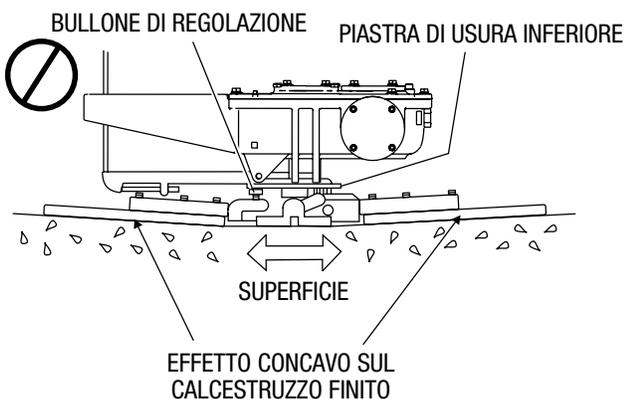

Figura 35. Allineamento non corretto delle pale dell'armatura
2. Posizionare le pale in modo più piatto possibile. I bulloni di regolazione devono essere a mala pena a contatto con la piastra di usura inferiore sull'armatura. Se un bullone non è a contatto, sarà necessario regolare le impostazioni. (figura 35).
La figura 35 illustra un "allineamento sbagliato" boccole dell'armatura usurate e bracci della lisciatrice piegati. Controllare che il bullone di regolazione tocchi a malapena (0.10" max di luce) la piastra di usura inferiore. Tutti i bulloni di allineamento devono essere posizionati alla stessa distanza dalla piastra di usura inferiore.